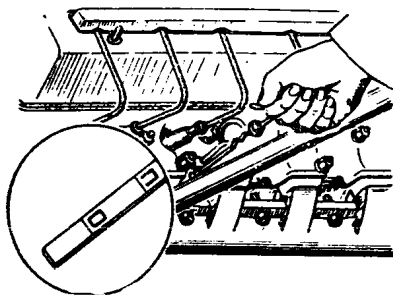

Рис. 15. Проверка уровня масла в картере двигателя.
5. *Картер двигателя.* Проверяйте уровень масла ежедневно с помощью стержневого маслоуказателя (рис. 15), находящегося с левой стороны двигателя, и, если необходимо, доливайте. Заменяйте масло в двигателе через 3000 км. Применяйте масло АС-8 ГОСТ